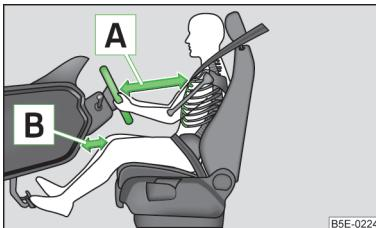

Fig. 113
- Ajuste el volante de tal modo que la distancia entre el volante y el esternón sea, como mínimo, de 25 cm **A** » fig. 113. Ajuste la distancia de las piernas hasta el tablero de instrumentos en la zona del airbag de rodillas de forma que sea al menos de 10 cm **B**. Si no respeta la distancia mínima, el sistema de airbag no podrá protegerle. ¡Peligro de muerte!